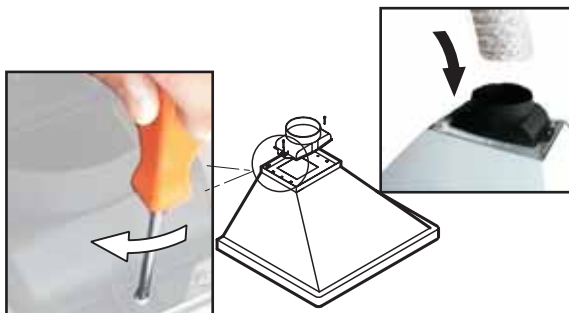

Bild 7
Auf den Anschlussring ein Abluftrohr setzen, das genügend lang ist, um ins Freie zu reichen. **Bild 7.**
- Den Anschluss an das Stromnetz vornehmen. **Bild 7.**